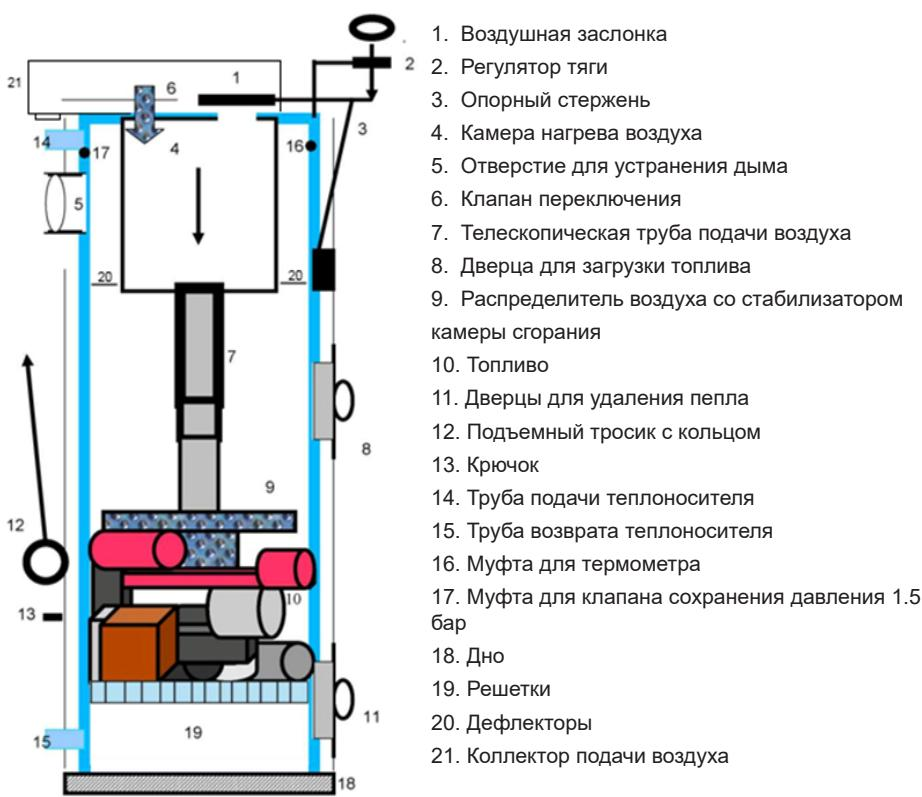
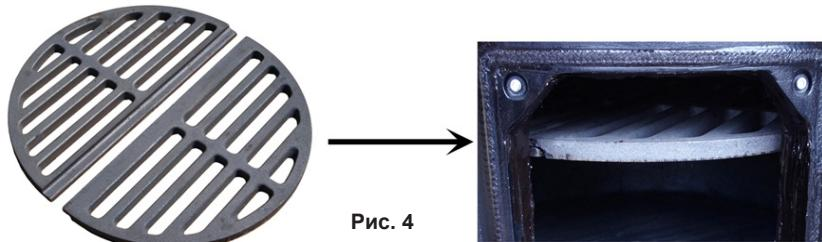
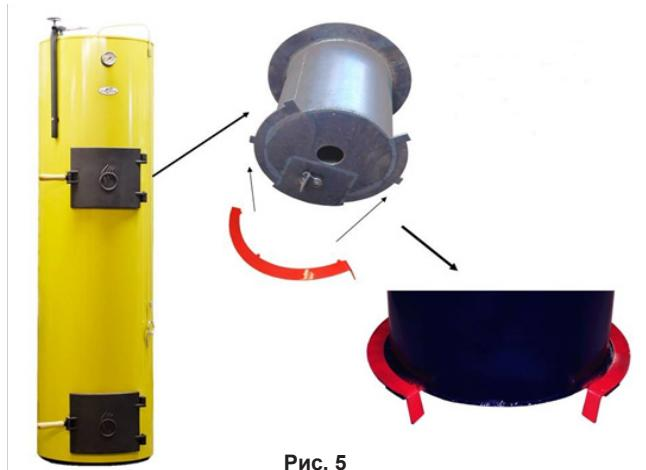

Рис. 1
Рис. 4
Рис. 5
2.1. ОПИСАНИЕ КОНСТРУКЦИИ КОТЛА (Рис. 1)
На самую маленькую часть телескопической трубы подачи воздуха (7) (Рис. 1) насаживается стабилизатор камеры сгорания (Рис. 3), который в новых котлах – цельный. Мы также производим и восстановленные стабилизаторы из двух частей. Если на телескопической трубе подачи воздуха (7) (Рис.1) есть три отверстия, то стабилизатор фиксируется в третьем отверстии с помощью штыря, а если отверстие лишь одно – необходимо дополнительно сделать еще одно отверстие над существующим отверстием на расстоянии в 55 мм. Прикрепив стабилизатор, прикрепляется распределитель воздуха (Рис. 3).
При сжигании очень сухих и мелких дров, гранул, древесных брикетов и угля, распределитель крепится на центральном отверстии, чтобы расстояние между концом трубы подачи воздуха (7) (Рис. 1) и распределителем уменьшилось до 5-7 мм.
3.3. РЕШЕТКИ (Рис. 4)
Используйте решетки (19) (Рис. 1); (Рис. 4) при топке гранулами, углем, торфом или брикетами из древесных опилок. Решетки необходимо повесить на крючки, расположенные в нижней части котла, открыв нижнюю дверцу (11) (Рис. 1). Решетки (19) (Рис. 1); (Рис. 4) найдете в комплектации, открыв нижние дверцы для удаления пепла (11) (Рис. 1). Эта деталь подвешивается в котле „U“ для того, чтобы дополнительный воздух попал через воздушный канал в нижней части котла, который необходим при топке котла углем или торфяными брикетами. В котле „BIO“ решетки подвешиваются для того, чтобы образовавшийся уголь полностью сгорел. Поместите решетки (19) (Рис. 1); (Рис. 4) на дно универсального и „BIO“ твердотопливного котла „Stropuva“. Для замены решетки изготавливаются из двух частей.
3.4. ДЕФЛЕКТОРЫ (Рис. 5)
Дефлекторы (полумесяцы) 2 шт.(Рис. 5) предназначены для повышения экономичности котла. Установив котел рекомендуем поместить дефлекторы (20) (Рис. 1) через верхние дверцы для загрузки топлива (8) (Рис. 1) на внутренний бочок воздушного подогревателя, на его нижнюю часть.
Если в котле слишком сильная тяга, запустите дополнительный воздух из котельной, используя клапан (зажим дымохода) (Рис. 6), который находится на отверстии для устранения дыма (5) (Рис. 1). Для того, чтобы уменьшить тягу и вибрацию, необходимо открыть отверстие дымохода. Для увеличения тяги – закройте отверстие с помощью зажима дымохода (Рис. 6).
Клапан предназначен для защиты твердотопливных котлов от перегрева. Когда давление воды достигает опасного уровня, клапан открывается, в результате чего, горячая вода сливаются в канализацию, и в то же время, когда давление в системе падает, отопительная система заполняется холодной водопроводной водой с помощью автоматического пополнения. Клапан должен быть установлен в верхней части котла (17) (Рис. 1) возле дымохода (смотреть пункты 6.2; 6.3; 6.4 в схеме подключения Нр. 23). Холодная водопроводная вода подсоединяется к автоматическому пополнению системы, которое устанавливается на линии возврата теплоносителя отопительной системы вблизи котла.